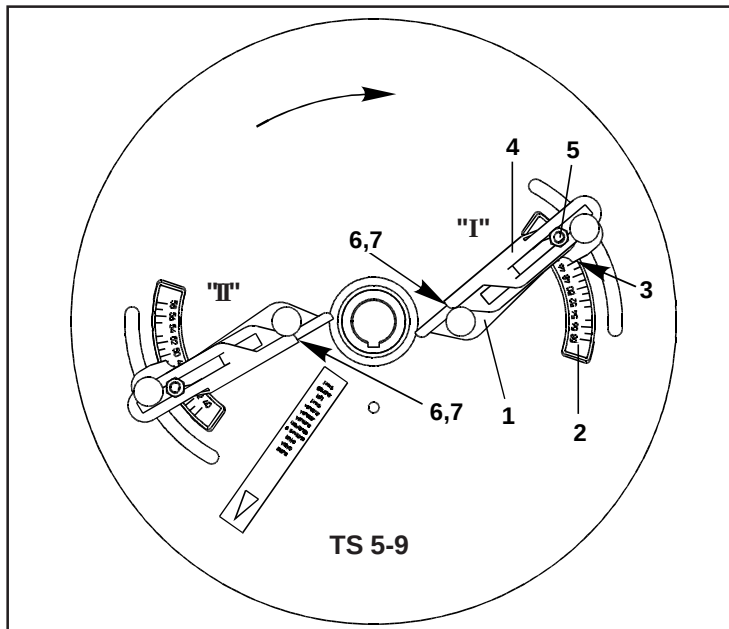

Fig. 7.11
- Réglez l'arrête de lecture (fig. 7.11/7) de l'aube « I » sur **"D"** bloquez en position l'extrémité de l'aube. Réglez et bloquez en position, l'aube « I » sur la graduation « **50** ».
- Réglez l'arrête de lecture (fig. 7.11/7) de l'aube « II » sur **"F"** puis bloquez l'extrémité de l'aube en position. Réglez et bloquez en position l'aube « II » sur la graduation « **46** ».